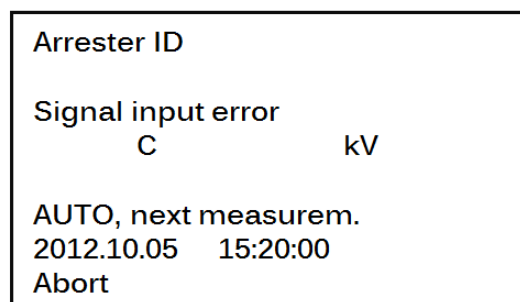

Figura 1.17 Mensagem de erro mostrada durante o teste automático
- Se ocorrer um erro durante o teste automático, aparecerá uma mensagem de erro. Após um instante a hora do próximo teste são exibidos na parte inferior da janela (Figura 1.17).